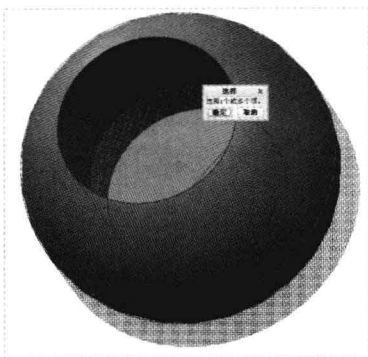

图 11-95 “选择”对话框
Step 03 单击“确定”按钮，在圆体上单击鼠标左键，选择第一个零件，弹出“选择”对话框，如图 11-95 所示。